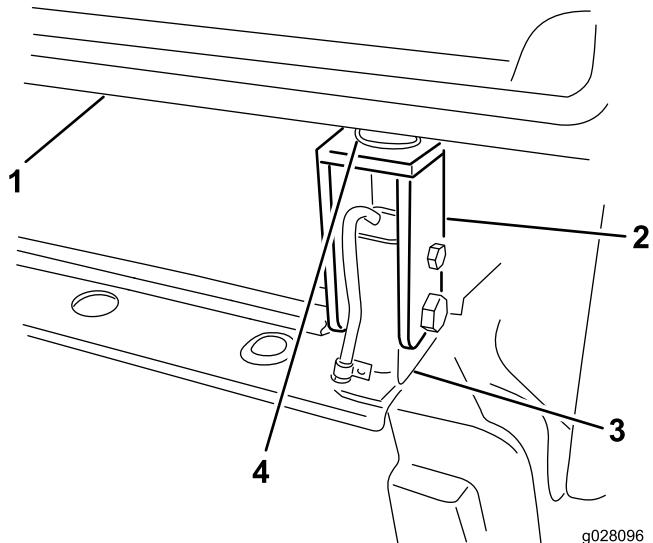

図 65
6. キャブの左右の後マウントに、ゴム製マウントとキャブマウント用サポートを仮止めする図 65。